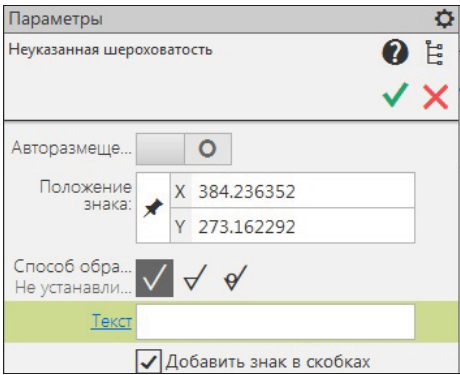

Рис. 14.11. Панель Параметры: Неуказанная шероховатость
- ◆ вызовите команду **Оформление ► Неуказанная шероховатость ► Задать/Замениť**. На панели **Параметры: Неуказанная шероховатость** (рис. 14.11) появились элементы управления (см. табл. 14.2), а в правом верхнем углу фантом обозначения;